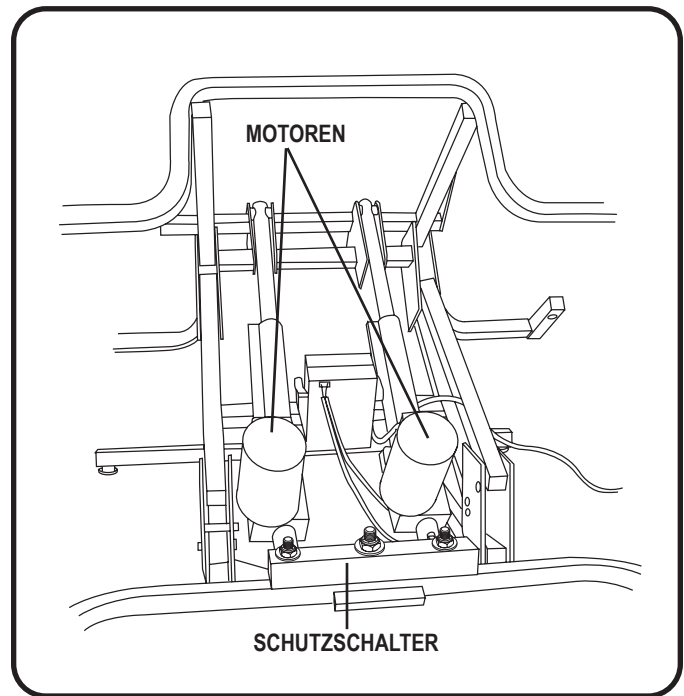

Abbildung 5.3 Synchronmotoren (Timing korrigiert)
3. Drücken Sie die Handsteuerung in die UP-Position, bis Ihr Stuhl die vollständige Hubposition erreicht hat. Dadurch wird die Motorposition zurückgesetzt und das Timing korrigiert (**Abb. 5.3**).